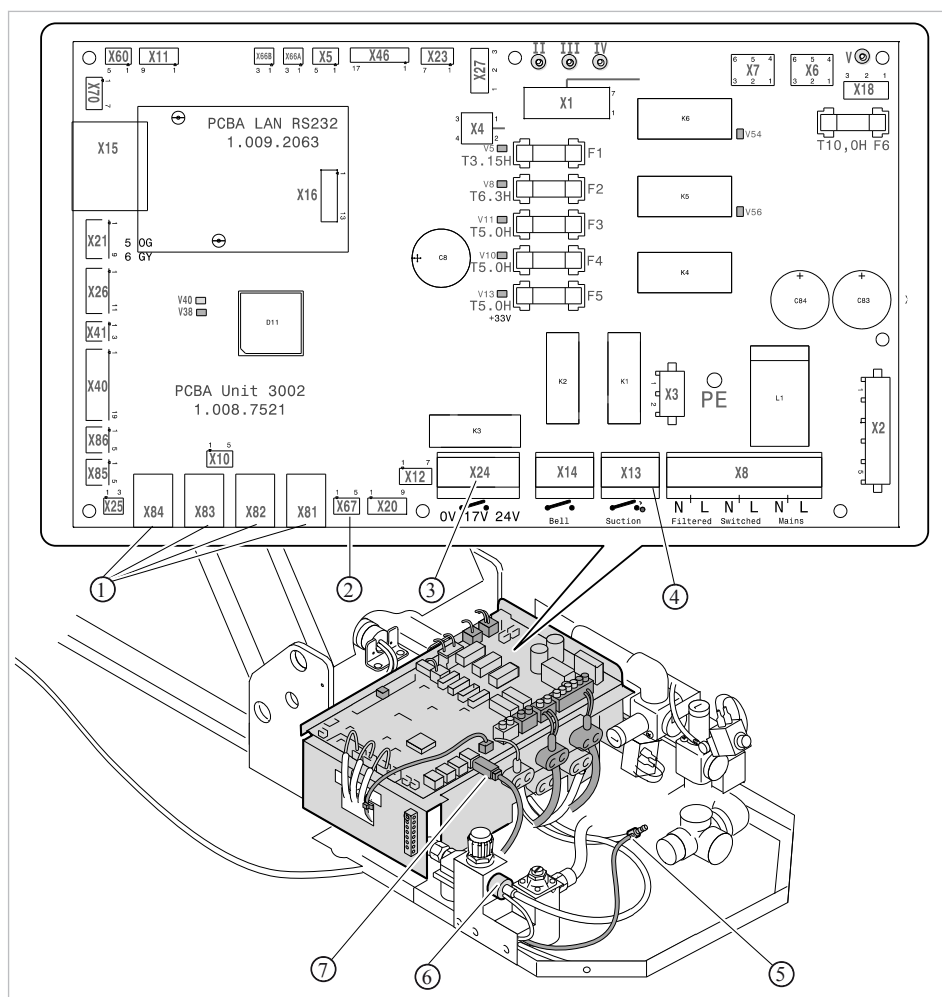

Fig. 2
- Collegare il cavo d'alimentazione verso il reostato a pedale ⑥ (linea di cavi del reostato a pedale) con il nipplo ad innesto nell'attacco rapido sul blocco dell'aria (si veda la fig. 2).
- Girare l'anello di sicurezza ② e bloccarlo contro l'apertura per mezzo della vite a brugola.
- Collegare la linea d'alimentazione dell'acqua alla linea dell'unità paziente (43) ④ sul nipplo ③ del blocco idrico e fissarla per mezzo di un serratubo.
- Collegare il tubo dell'aria rosso ⑤ dal precipitatore di condensa all'accordo a T del tubo flessibile del reostato a pedale (si veda la fig. 2).